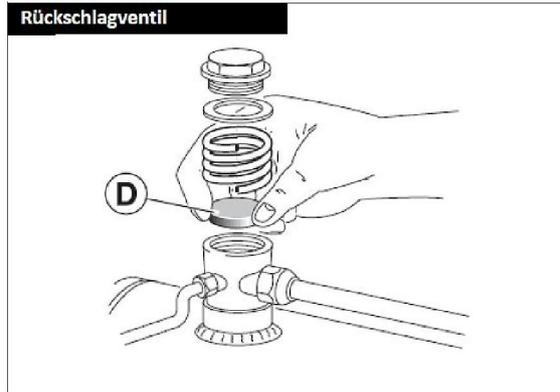

fig. 19: Elemento de sellado en válvula de retención
Paso 2: Compruebe la válvula de retención y reemplace el elemento de sellado D (Fig.19) si procede.